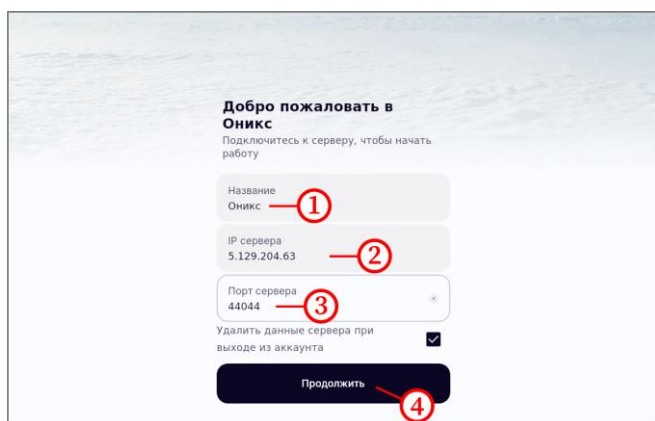

Рисунок 5
- указать данные для подключения к серверу (данные предоставляются в материалах заявки) – рисунок 5: